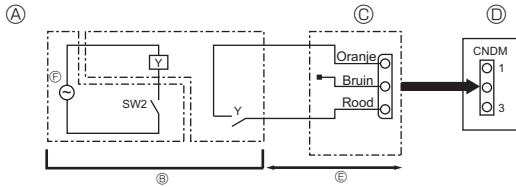

Fig. 10-2
10.2. Vraagfunctie (wijziging ter plaatse) (Fig. 10-2) (alleen voor airconditioners)